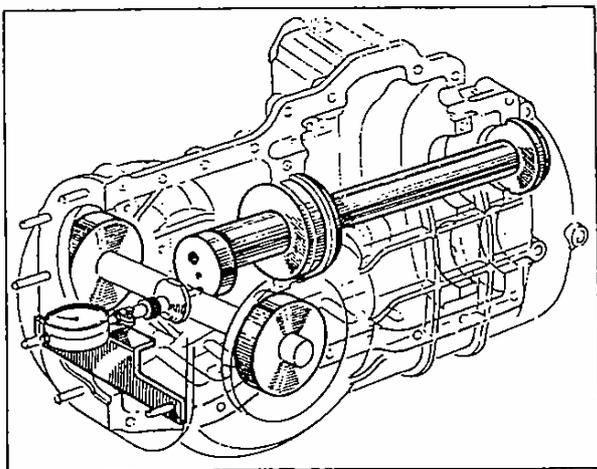

Fig. 17. - Réglage distance conique.
- Monter sur le demi-carter droit, fixé sur le chevalet, l'outil 88035060 (faux pignon) et les douilles (avant et arrière) faisant partie du jeu 88035060 (voir fig. 17).
- Culbuter le carter assemblé et fixer, dans la partie AV du carter, la bride faisant partie du jeu d'outils 88035060 pour l'appui du comparateur centésimal (voir fig. 17).
et monter le comparateur 88095122, avec la jauge de profondeur 88095851 (avec pige de 30 mm), sur le mandrin; pousser la pige du comparateur jusqu'à ce que la jauge de profondeur, en sortant du mandrin, n'aille au contact du faux pignon (voir fig. 17).